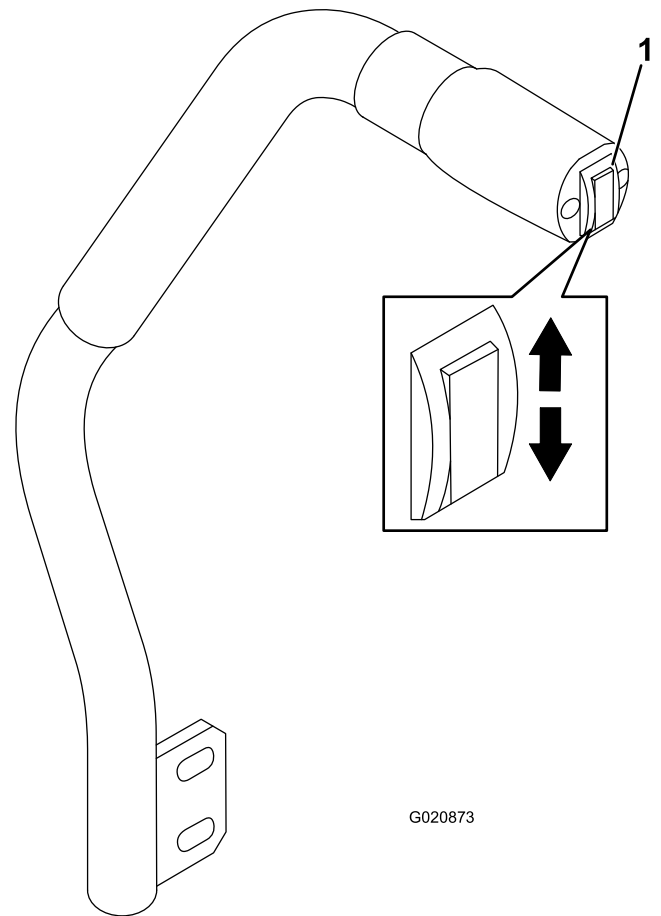

図 24
- デッキを下降させるには、スイッチを下に押す 図 24。
- デッキを上昇させるには、スイッチを上を押す 図 24。
デッキ昇降スイッチはデッキアタッチメントの上昇と下降を行うスイッチです 図 24。このレバーは、エンジンが掛かっていると使用できません。
1. エンジンを始動し、デッキの昇降スイッチを上を押してデッキを一番高い位置まで上昇させたらすぐにスイッチから手を離す【図 24】。